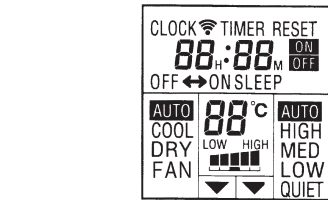

Fig. 8
- ㉘ Pantalla del mando a distancia (Fig. 8)